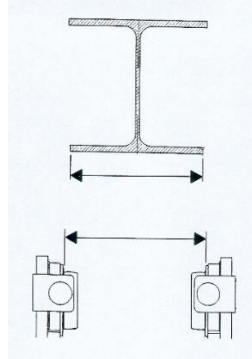

fig. 18
5. Comprobar la anchura del ala de la viga que debe corresponder a la prevista para las ruedas del carro (fig. 18).